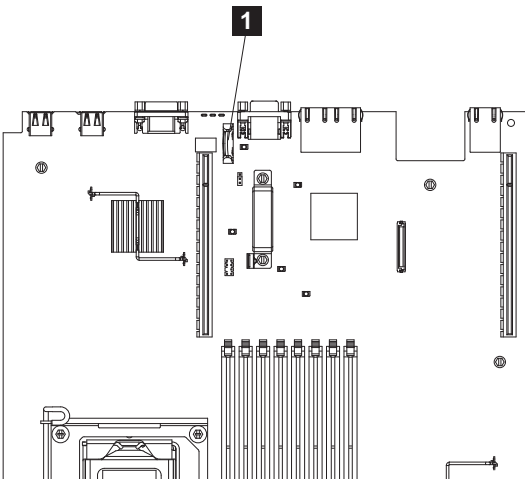

図 131. SAN ポリウム・コントローラー 2145-CG8 または 2145-CF8 CMOS バッテリー・ホルダーの位置
7. システム・ボード上のバッテリー **1** を見つけます。図 131 には、このバッテリーのロケーションを記載してあります。